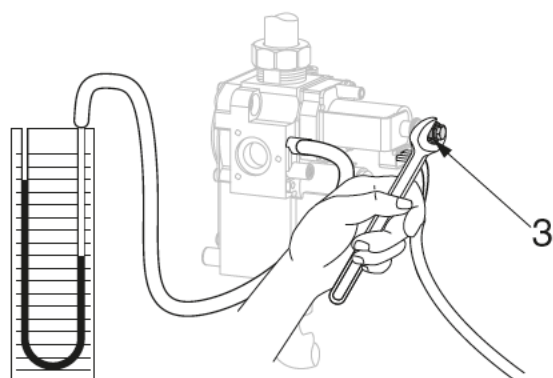

Рис. 17
- с помощью плоского ключа на 8 поворачивайте гайку 3 (рис. 17), удерживая винт 4, и доведите значение давления до величины указанной в таблице **“Номинальная мощность.”**